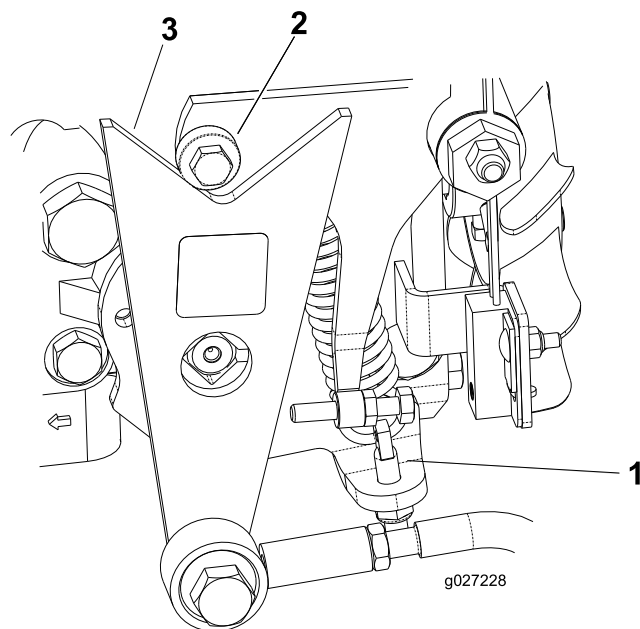

图 43
- 如果车轮的旋转方向正确请关闭发动机并调节弹簧调节销锁紧螺母 图 43。调节驱动空档位置请参阅 将牵引驱动装置调至空档 \(页码 28\)。